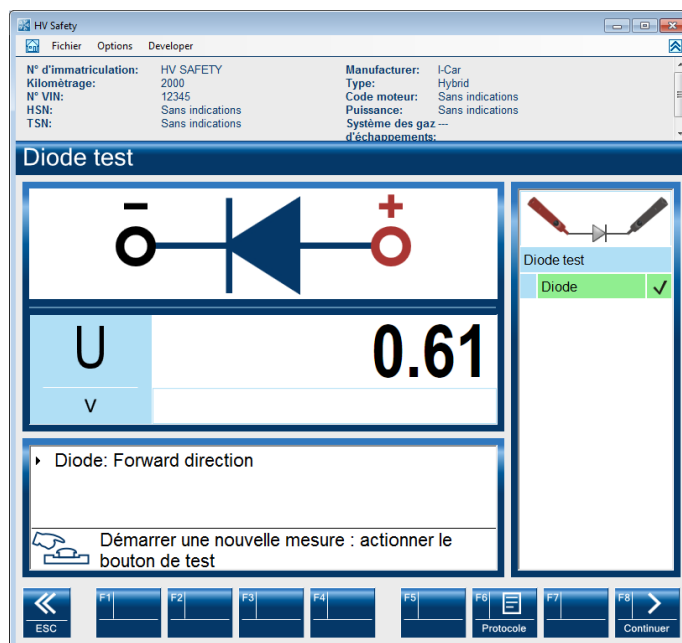

Fig. 3-9
6. Le résultat de mesure est affiché, voir fig. 3-9.